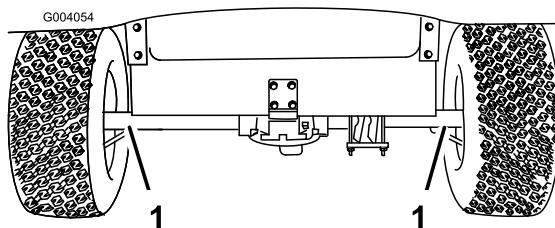
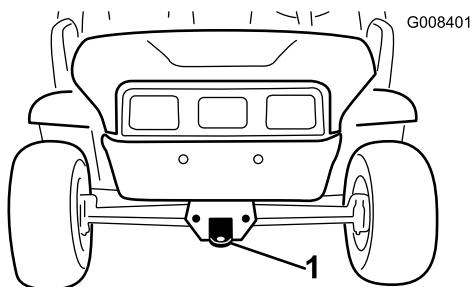

図 20
図 21
長距離を運ぶ場合にはトレーラを使用してください。必ず確実に固定して輸送してください。ロープ掛けのポイントについては図 20 と図 21 を参照してください。
2. 前フレームのトングにロープなどの牽引索を取り付ける（図 21）。